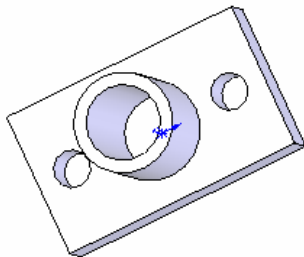

图 5-47 轴孔
⑫ 切除实体。单击拉伸切除按钮,设定拉伸的终止条件为:完全贯穿,保持其他选项的系统默认值不变,点击确认按钮,完成轴孔的创建,如图 5-47 所示。